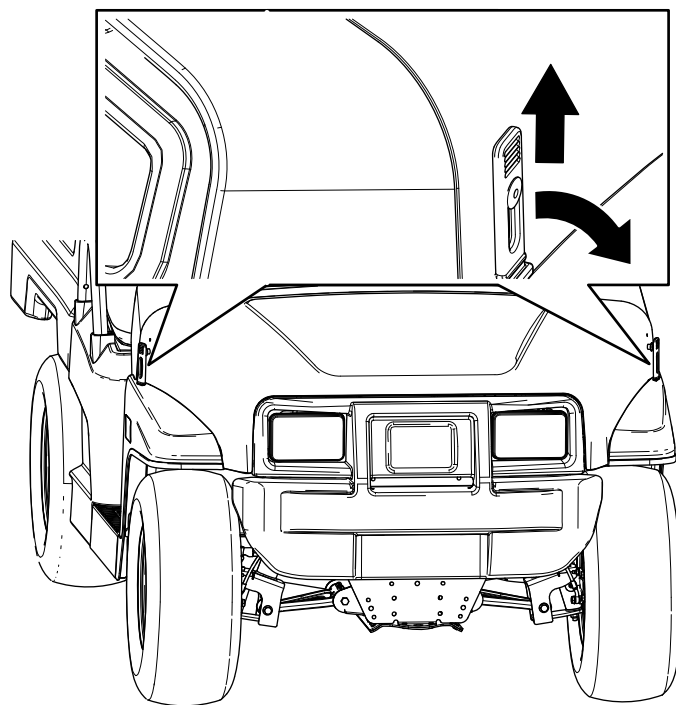

Figure 23
- Soulevez la poignée des loquets en caoutchouc de chaque côté du capot (Figure 23).
- Fixez le capot en place en alignant les loquets en caoutchouc sur les ancrages de verrouillage de chaque côté du capot (Figure 23).